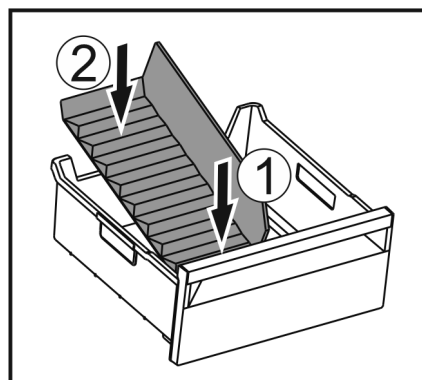

Fig. 67
- Vložte přední část přepážky přihrádky na led. Fig. 67 (1)
- Zadní část přepážky přihrádky na led spusťte až na dno zásuvky. Fig. 67 (2)